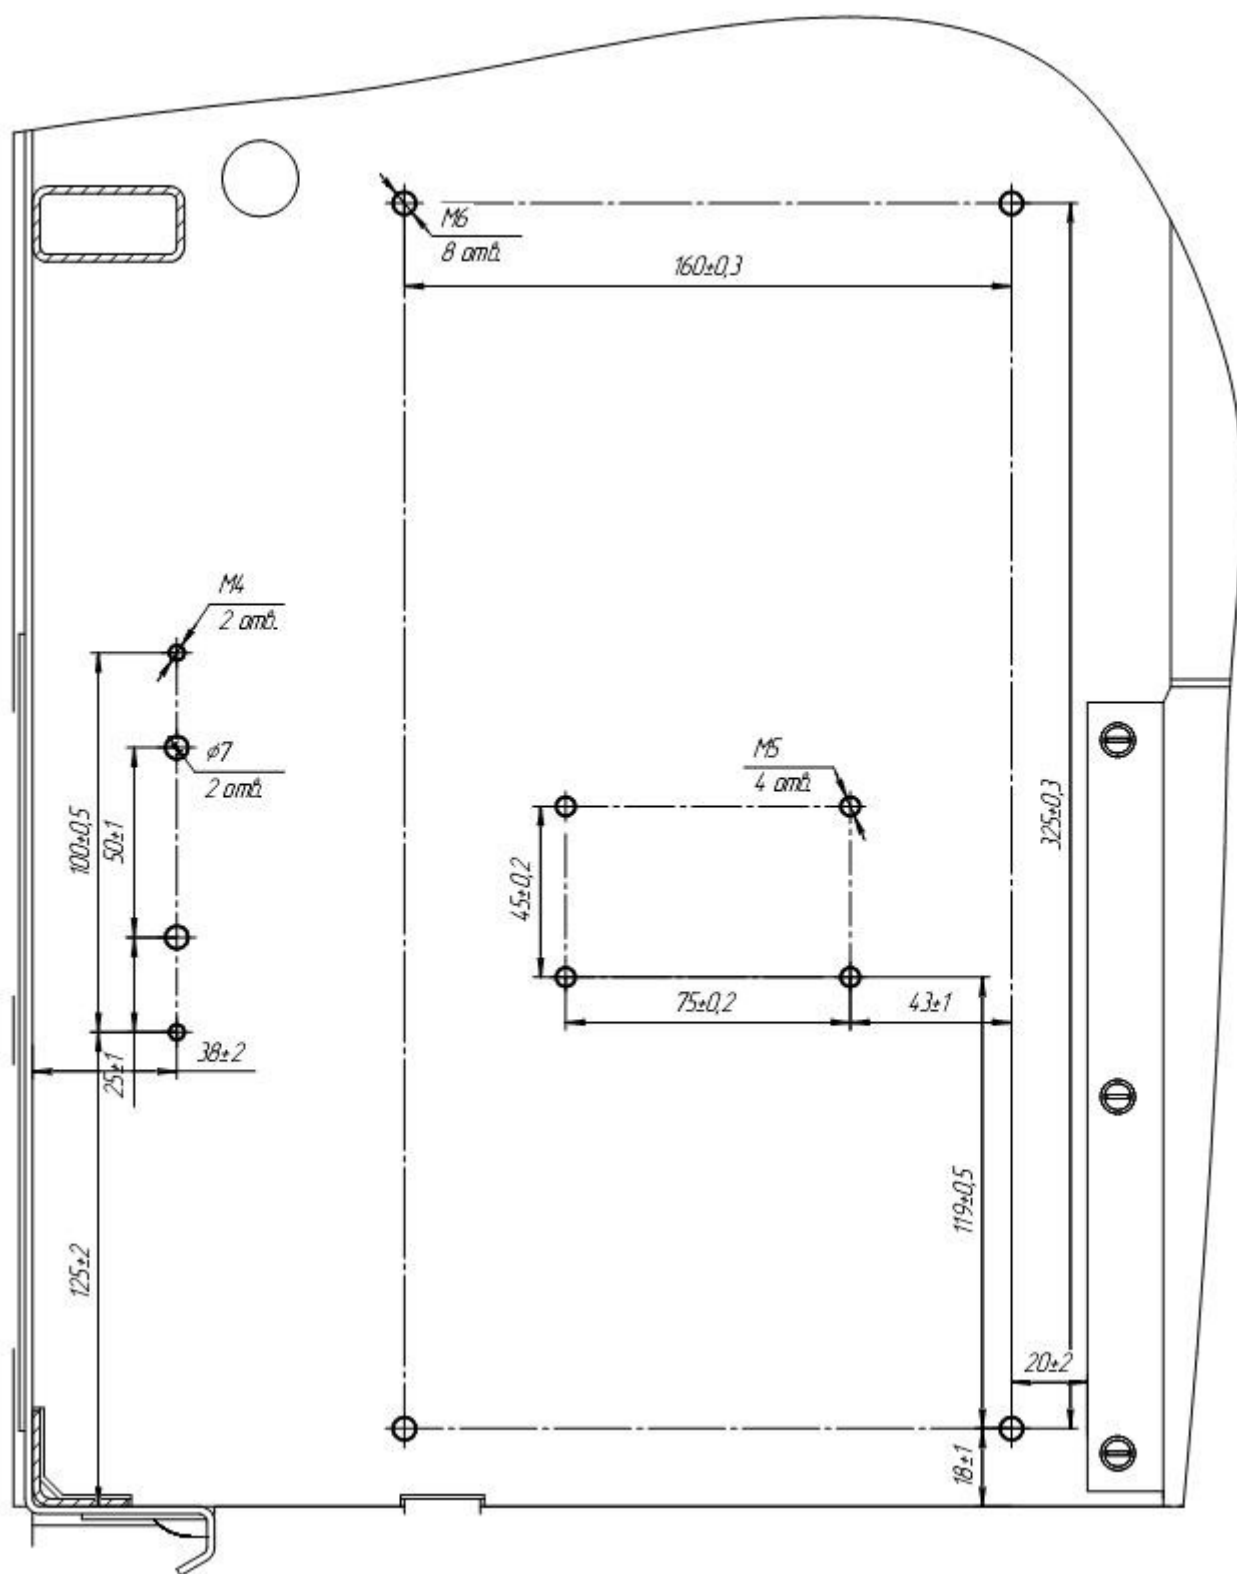

Рисунок 1. Отверстия под кронштейн крепления СПТ-1БСТ и установки СПТ-1БВ
2.1.2 На кронштейны* установить БСТ, сориентировав согласно чертежу (см. рисунок 1), и закрепить винтами М6х16.